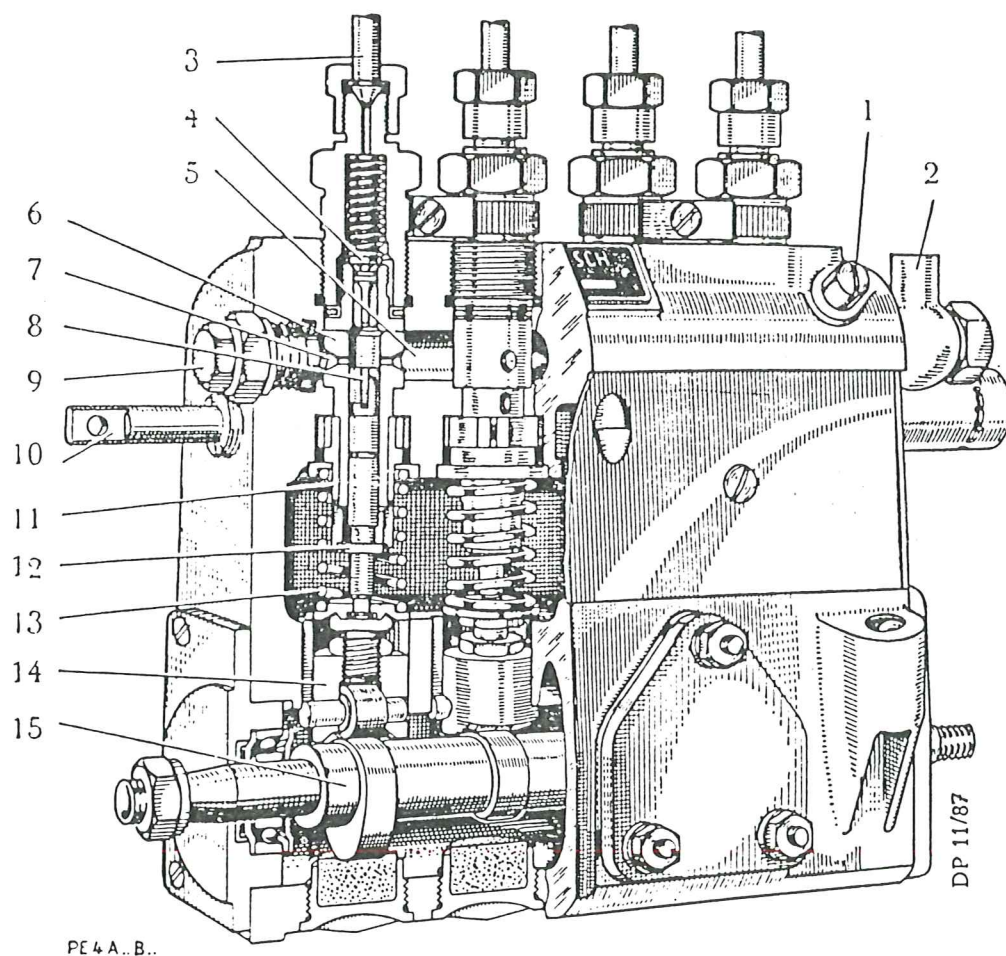

Fig. 12. Insprutningspump.
**Insprutningspumpen**, fig. 12, drives av en kugghjulstransmission från vevaxeln. Pumpen har fyra pumpelement, ett för varje cylinder. Den till cylindrarna, genom insprutarna, levererade bränslekvantiteten regleras av luftregulatorn, monterad på pumpens gavelända.